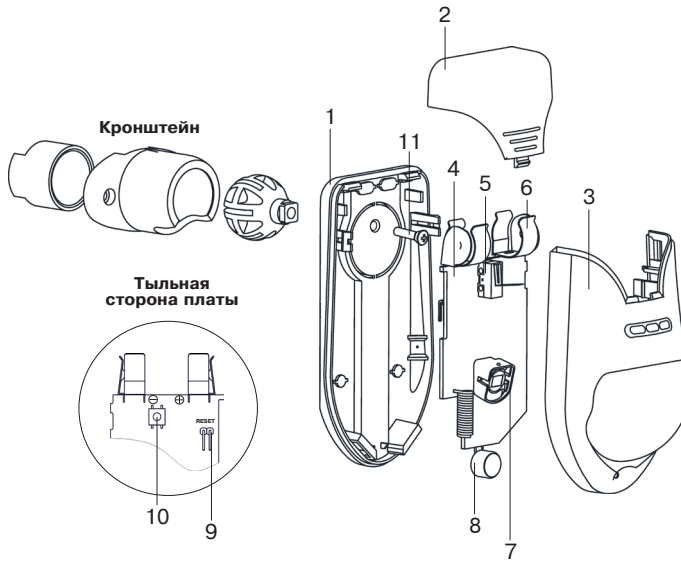

Рисунок 3 – Конструкция извещателя
Режим «Связывание» предназначен для регистрации извещателя в ППК и обмена служебной информацией. Установите батарею в держатель или удалите изолятор. Подготовьте ППК к регистрации в соответствии с инструкцией на ППК. Извещатель будет периодически включать индикатор зеленым цветом, что свидетельствует о его нахождении в режиме «Связывание». При отсутствии индикации, замкните контакты RESET (рис.3 поз.9) и отпустите. В режиме «Связывание» извещатель находится в течение 100 с. Для возобновления режима «Связывания» замкните контакты RESET (9).
- Снимите лючок извещателя (поз. 2, рисунок 3);
- Снимите плату с крышкой (4,3) с основания (1), потянув их на себя и вниз;